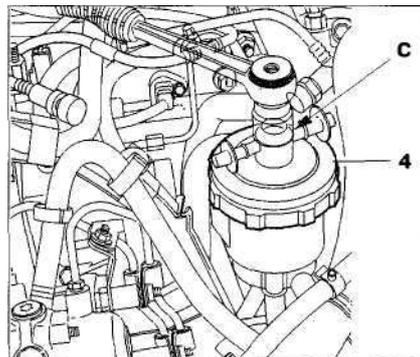

Рис. 7.30. Установите втулку 22 мм (стрелка С). Нажмите на крышку 4 и одновременно открутите ее на четверть оборота.
6. Установите втулку 22 мм (стрелка С) (рис. 7.30). Нажмите на крышку 4 и одновременно открутите ее на четверть оборота.